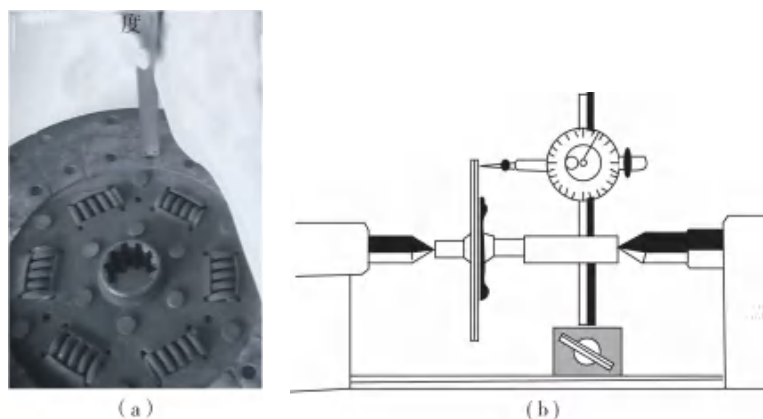

图 2.20
(1) 检查时用小锤敲击摩擦片，若声音沙哑，说明铆钉松动，应铆紧或更换铆钉。
(2) 检查从动盘表面是否存在烧蚀、油污、龟裂和减振器弹簧折断，若存在应进行更换。油污严重的还应检查曲轴后油封与变速器输入轴的密封情况。
(3) 检查摩擦片磨损程度的方法如下：
①用游标卡尺测量铆钉头的深度，如图 2.20 (a) 所示。铆钉头的深度应为 0.3~0.5mm，若超过极限值应更换摩擦片。
②检查从动盘的端面跳动，如图 2.20 (b) 所示，其端面跳动的范围为 $0.5 \sim 0.8\text{mm}$ ，超过此极限值，应进行更换。
(4) 将从动盘装到输入轴上，检查滑动状态及旋转方向的松动。若滑动不良应予以清洗。若松动明显，应更换从动盘或输入轴，或将两者同时更换。